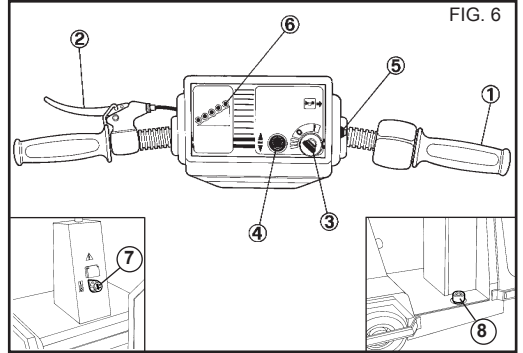
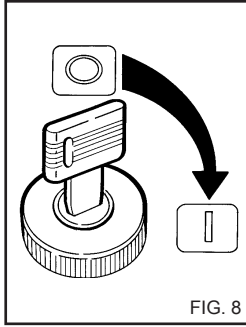

FIG. 6
FIG. 8
DISPOSITIVOS DE MANDO MOD. 250 - FIG. 6
1) Meter la llave de arranque y girarla en sentido horario hasta la posición (I) (fig. 8) se encenderán los indicadores luminosos en el panel para indicar que el vehículo está encendido, esperar 2-3 segundo aproximadamente. (Ref. 6 Fig. 6 - 7). Accionar el interruptor de emergencia girando el botón hacia la pos. "I". (Ref. 7 - 11, Fig. 6 - 7)
Elegir con el cambio (Ref. 4 fig. 6 - 7) el sentido de la marcha (delante-atrás).
- Arrancar el vehículo con el puño de arranque/acelerador (Ref. 1 Fig. 6 - 7)
⚠ Mantener apretado con un pie el interruptor Hombre a bordo. Al quitar el pie del interruptor el vehículo se para automáticamente.(Ref. 8 - 12, Fig. 6 - 7)
El vehículo debe usarse hasta que la batería esté completamente descargada (indicador amarillo y rojo encendido en el panel Ref. 6 Fig.6 - 7). La duración del trabajo debe programarse en función de la autonomía.
Poner al mínimo el puño de encendido/acelerador (Ref. 1 Fig. 6 - 7)
Girar la llave (3) a la posición 0, (todos los indicadores luminosos tiene que estar apagados); colocar el interruptor de emergencia en posición "0". (Fig.8).
La batería debe recargarse cuando la luz verde esté apagada (Ref. 6 Fig. 6 - 7) y cuando se encienda la luz amarilla y roja. El tiempo medio de recarga necesario es de casi 8 horas. Para recargar las baterías, use sólo un cargador de baterías electrónico aconsejado por el revendedor o fabricante.